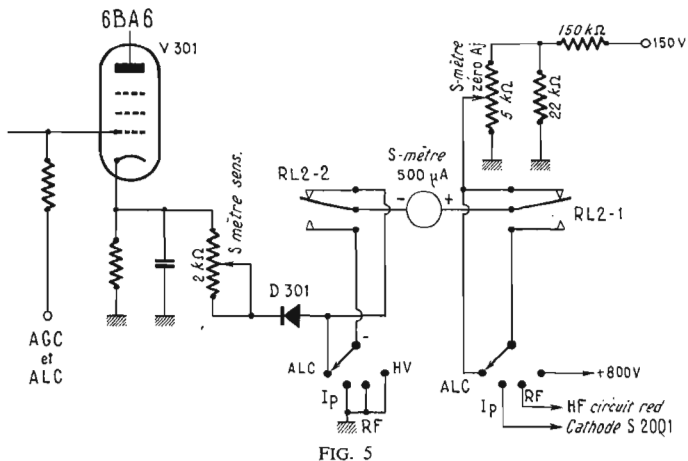

FIG. 5
S.-Meter. — La figure 5 représente le circuit du S.-mètre. L'AGC et l'ALC sont mesurés à partir de la tension cathode de la